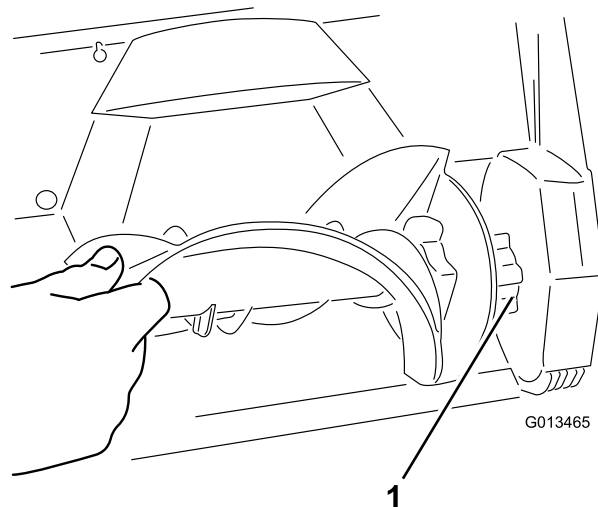

Figura 17
4. Instale o novo rotor inserindo a extremidade do rotor na extremidade encaixada na caixa e rodando o rotor até que encaixe no sítio (Figura 17).